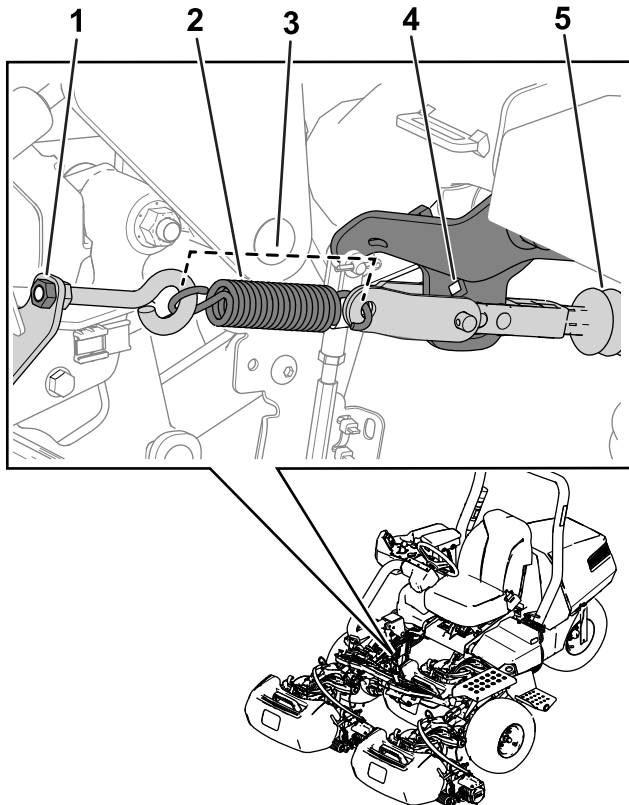

Figura 33
Nota: Consulte a Figura 33 para obter este procedimento.
5. Liberte a tensão da mola desapertando a porca que prende o parafuso com olhal ao suporte da mola (Figura 33).
3. Instale a mola como se mostra na Figura 33.
4. Aperte a porca com olhal de forma a que o comprimento da mola seja de 11,4 cm quando instalada (Figura 33).